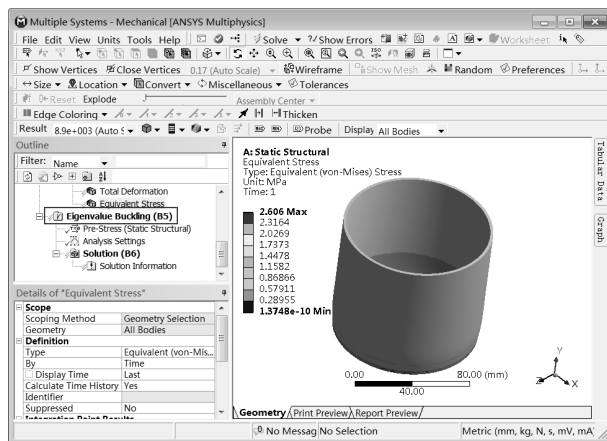

图 14-74 Mechanical 界面
Step1：双击主界面项目管理区项目 B 中的 B5 栏 Setup 选项，进入如图 14-74 所示 Mechanical 界面。在该界面下即可进行网格的划分、分析设置、结果观察等操作。